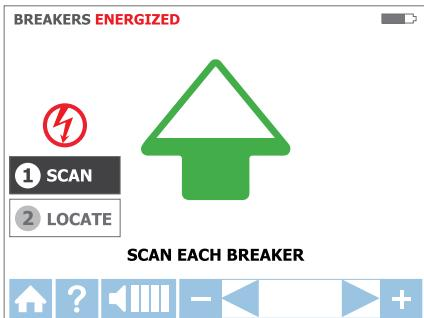

Figura 3.4b
- 3. Paso 1 - ① LECTURA:**
- a. La unidad se iniciará automáticamente en modo **① SCAN (LECTURA)** como se muestra en la Figura 3.4b.